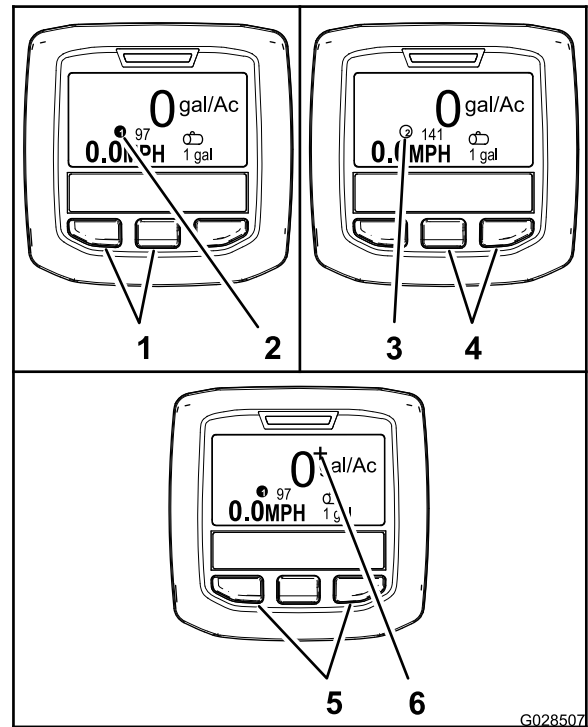

Bild 66
- Drücken Sie die zwei linken Tasten auf dem InfoCenter, um die Dosierung 1 auszuwählen (Bild 66).
- Drücken Sie die zwei rechten Tasten, um die Dosierung 2 auszuwählen (Bild 66).
- Halten Sie die zwei äußeren Tasten gedrückt, um vorübergehend eine Dosierungsverstärkung anzuwenden (Bild 66).